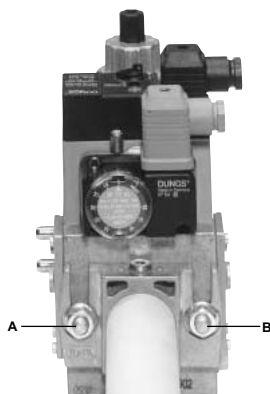
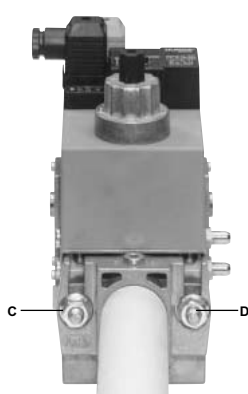

Fig. 6
Fig. 7
3. apretar los tornillos A, B, C y D (Fig. 6 - Fig. 7), respetando las posiciones de montaje (Fig. 9);